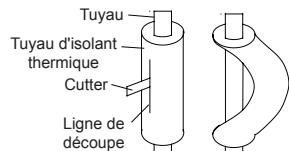

Fig. 13
- (2). Ne pliez pas les tuyaux à un angle de plus de 90°.
- (3). Lorsque vous pliez ou tordez de manière répétée les tuyaux, le matériau durcit, rendant toute autre torsion ou pliage difficile. Ne pliez et ne tordez pas les tuyaux plus de trois fois.
- (4). Lorsque vous pliez le tuyau, ne le pliez pas tel quel. Vous risquez de le casser. Dans ce cas, coupez l'isolant thermique du tuyau avec un cutter comme indiqué dans la Fig. 13 et pliez le tuyau après l'avoir exposé. Après l'avoir plié comme vous le souhaitez, assurez-vous de replacer l'isolant thermique et assurez-le avec du ruban.